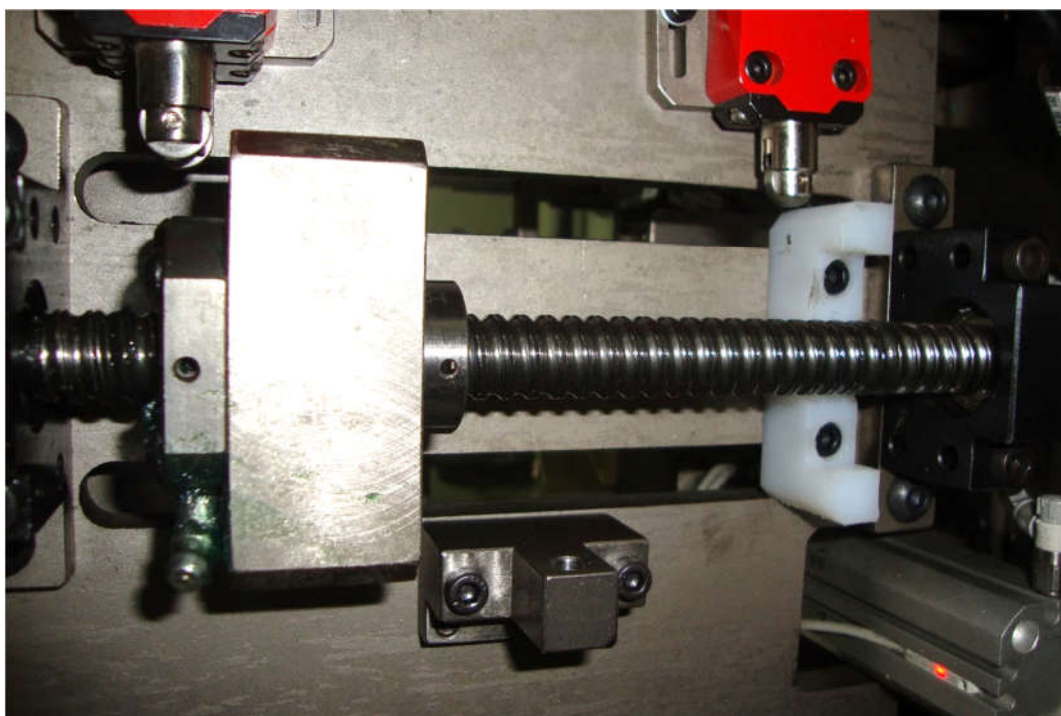

Figura 32 – Eixo Roscado (Exemplo típico)
- Eixos roscados (**Figura 32**).